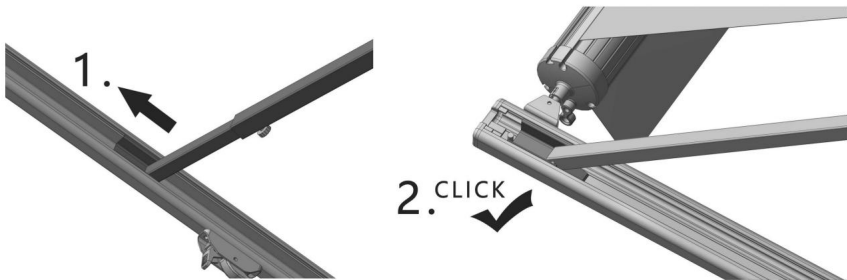

Figura D5
4.1.4 Spingere l'asta interna lungo l'asta di supporto, farla scorrere e agganciarla alla fibbia situata sulla testa del braccio di supporto (Figura D5), quindi stringere la manopola di bloccaggio nera per fissare l'asta interna.